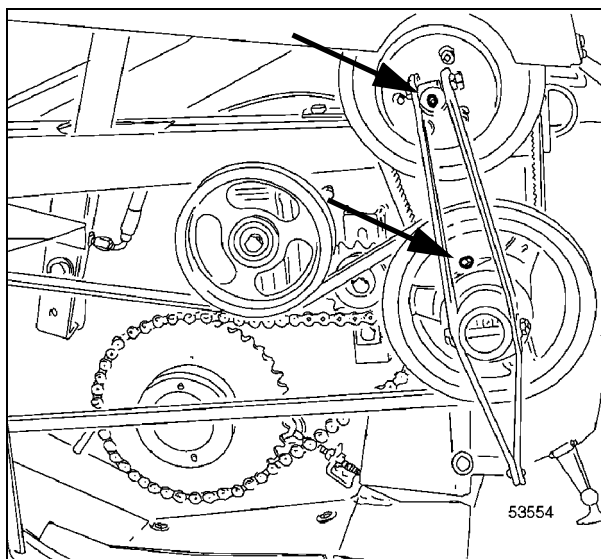

Рис. 6
2.) СТУПИЦЫ ВАРИАТОРА МОТОВИЛА - Рис. 6